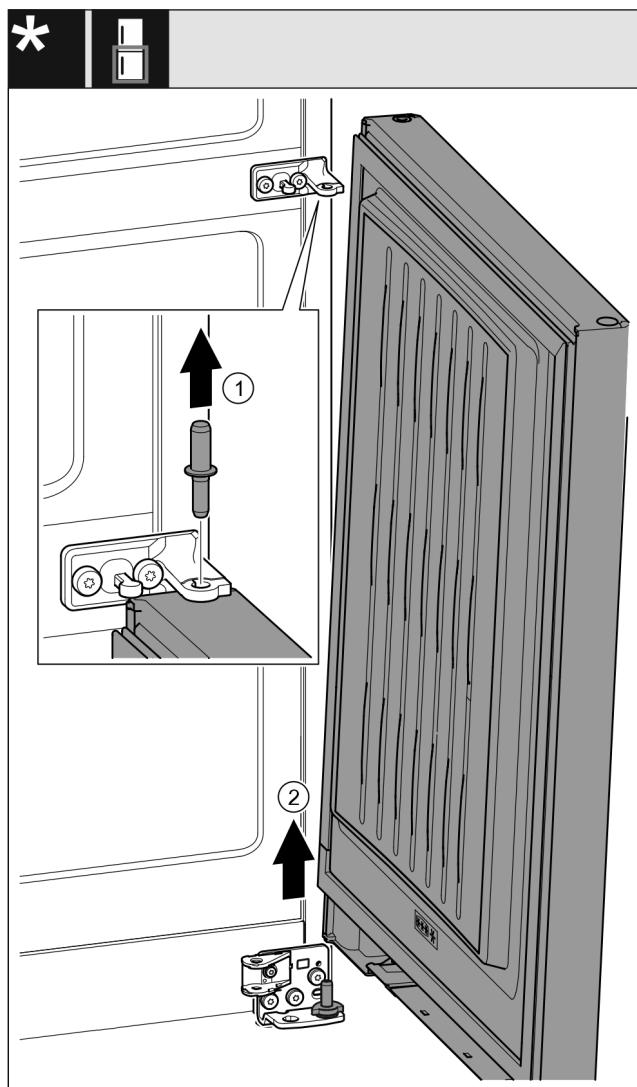

Fig. 23 *
- Витягніть гвинт догори. Fig. 23 (1)*
- Відкрийте дверцята, зніміть рухом вгору та відкладіть убік. Fig. 23 (2)*